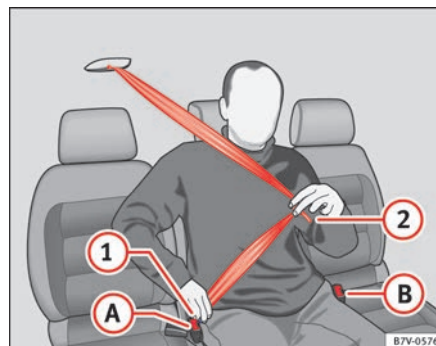

Fig. 12 Abrocharse el cinturón del asiento central de la segunda fila.
- Tire hacia abajo de la cinta del cinturón por la lengüeta de cierre ⇒ fig. 12 (1). **No** doble el cinturón al hacerlo ⇒ ⚠.
- Encastre la lengüeta (1) en el cierre del asiento correspondiente (A).
- Pase la cinta del cinturón por la región pélvica del ocupante tirando de la lengüeta de cierre (2).
- Encastre la lengüeta ② en el cierre del asiento correspondiente ③.